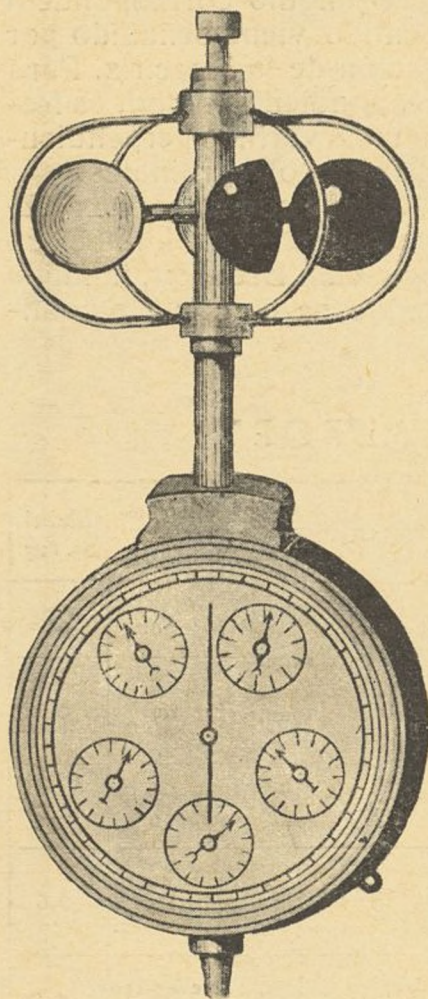

Fig. 11
**Anemómetros.**— El de Robinson (fig. 11), consiste en un molinete formado por dos varillas iguales y perpendiculares entre sí, en cuyos cuatro extremos hay semiesferas huecas con la concavidad dirigida hacia un mismo lado; el punto de cruce de las citadas varillas va unido al eje vertical de rotación, provisto en su parte inferior de un contador. El viento empuja a las semiesferas por su parte cóncava (por la convexa el aire se desliza tangencialmente), y así el eje del aparato